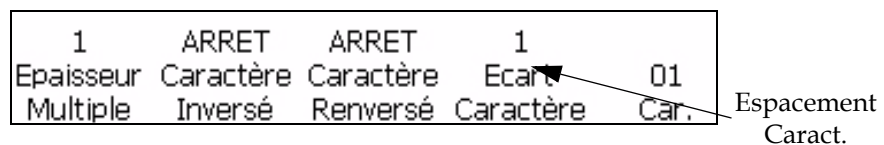

Figure 5-14: Fenêtre <01 Caract.>
- 2 Commencez dans la Fenêtre <01 Caract> (01 Editer> 02 Editer - Config. Caract > 01 Caract). Voir Figure 5-14.